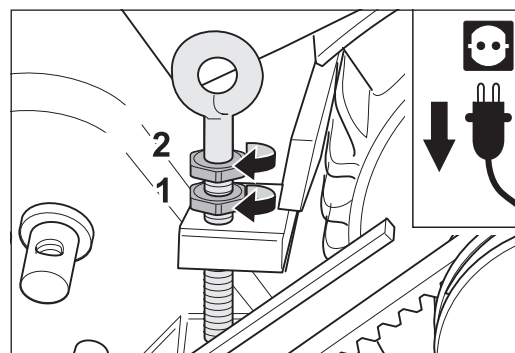

Abb. 111 An der Ringschraube am Motor zuerst die untere Mutter (1) und dann die obere Mutter (2) festziehen.
- 5 Ziehen Sie an der Ringschraube am Motor zuerst die untere Mutter (Abb. 111, 1) und dann die obere Mutter fest (Abb. 111, 2).